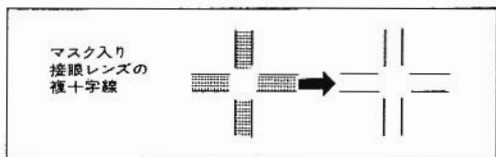

図26
- 双眼部で行う場合は、対物レンズ4×または10×を使用し、効き眼の方の接眼スリーブにマスク入り接眼レンズを入れます。視度補正環を回し、マスク中央の複十字線にピント合せし(図26)、次に粗微動ハンドルを回して、複十字線のピント面に標本像のピントを合わせます。もう一方の眼の視度合せは、粗微動ハンドルは操作せず、視度補正環を回し、標本像面にピントを合わせます。